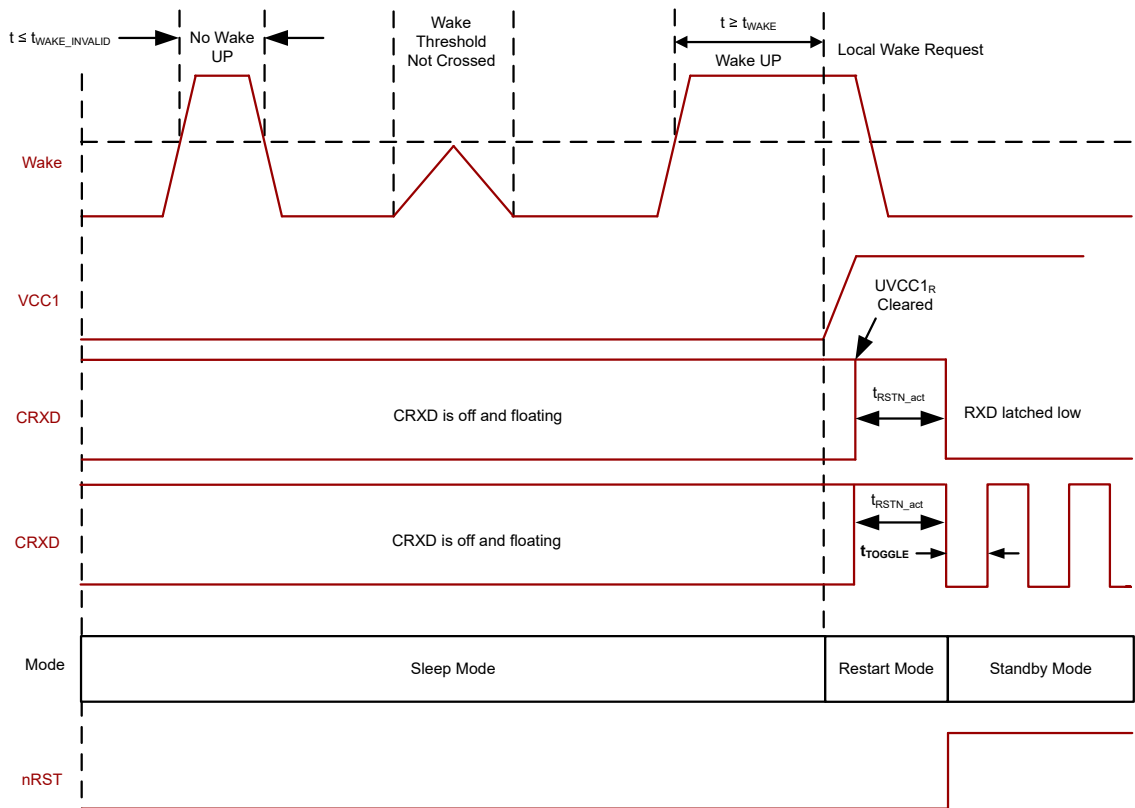
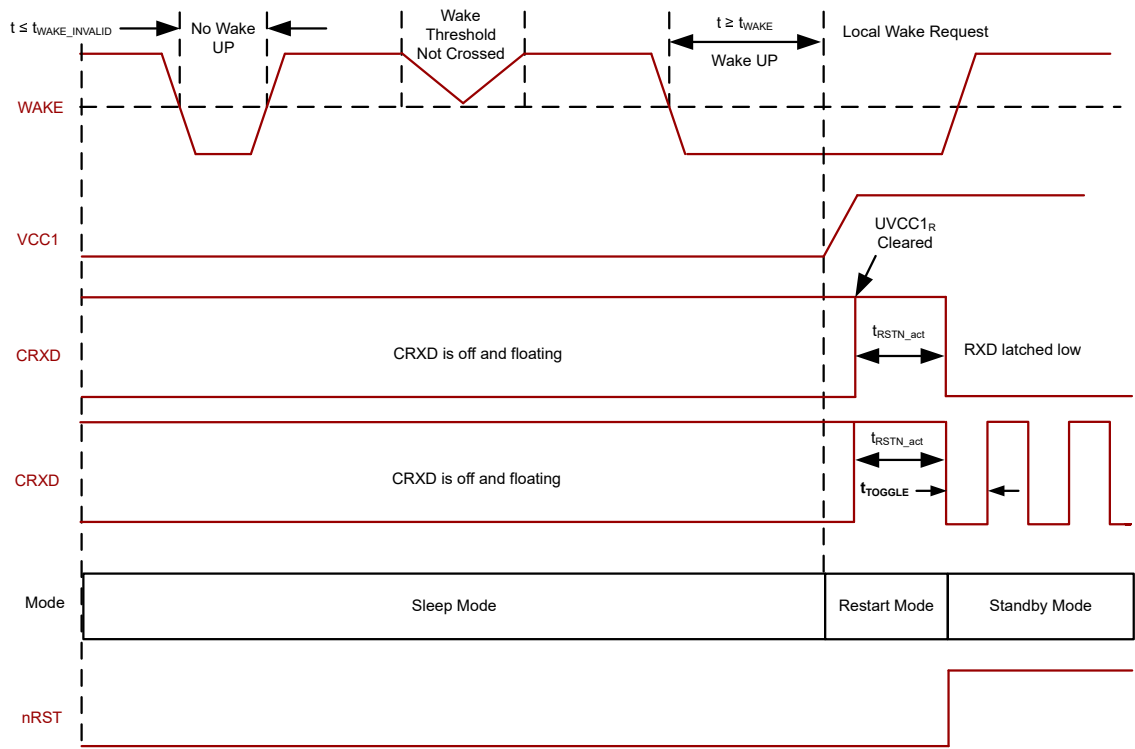

图 8-32. 本地唤醒 - 上升沿
图 8-33. 本地唤醒 - 下降沿
WAKEx 引脚默认为双向输入，但可通过 WAKE_CONFIG 寄存器 8'h11[7:6] 配置为上升沿和下降沿转换，具体请参阅图 8-32 和图 8-33。WAKE 引脚是基于接地的唤醒输入，可与开关一起连接到接地或 VSUP。WAKEx 引脚输入阈值可以基于 VCC1 电平，从而允许直接连接到处理器或通过开关连接到 VCC1 电源压轨。如果不使用该端子，则将其连接至接地，以避免不必要的寄生唤醒。在器件进入睡眠模式后，WAKEx 端子电压电平需要在 tWAKE 内一直处于低电平或高电平状态，才能确定 WAKE 输入的状态转换。小于 tWAKE_INVALID 的脉冲宽度会被滤除。
- 图 8-32 和图 8-33 提供了上升沿或下降沿 WAKE 输入的示例。一旦 $VCC1 > UVCC1$ 并且进入待机模式，RXD 会被拉至低电平。